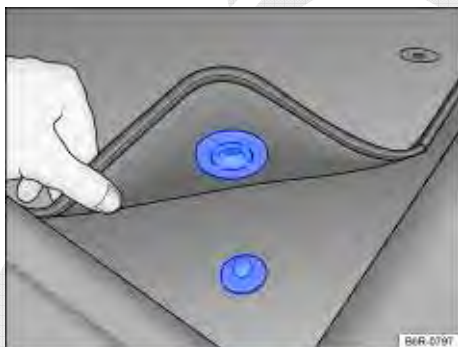

Fig. 18 Tapetes dianteiros com fixação do tapete e pino no carpete.
- ✓ Acomodar bem o tapete na área para os pés do lado do condutor de modo que não obstrua a área dos pedais. Dependendo da versão do veículo, os tapetes dianteiros podem ter fixação do tapete e pino no carpete ⇒ Fig. 18.